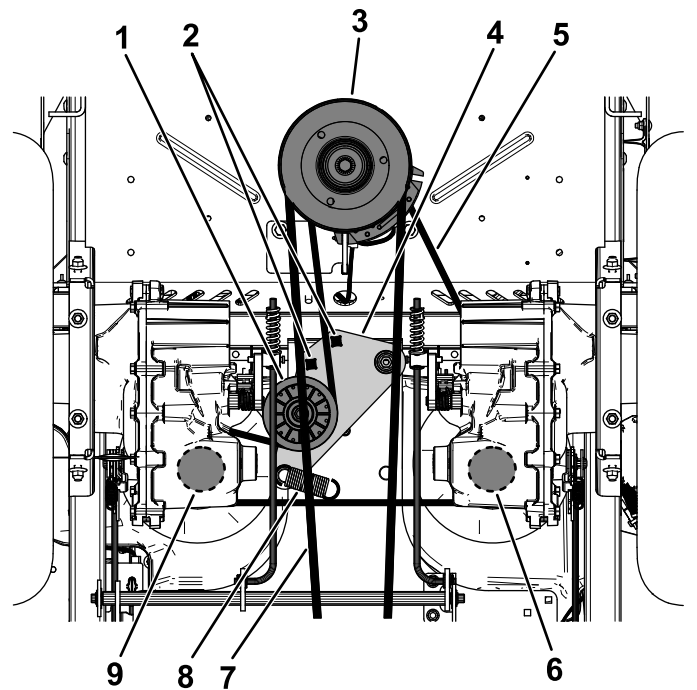

Bild 62
5. Verwenden Sie eine ½"-Ratschen oder -Breachstange in einem der quadratischen Löcher im Spannrollenarm, um die Spannung der Spannrollenfeder (**Bild 62**) zu lösen.
6. Ziehen Sie den vorhandenen Riemen von der Umlenkrolle, den beiden Riemenscheiben für den Hydraulikpumpenantrieb und der Motorriemenscheibe (**Bild 62**).
7. Ziehen Sie den neuen Riemen um die Motorriemenscheibe und um die beiden Riemenscheiben der Hydraulikpumpe (**Bild 62**).